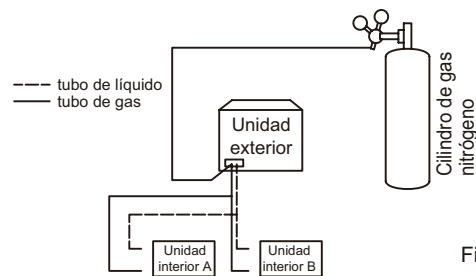

Fig. 5.38
4. Utilice tapones ciegos para bloquear todas las aperturas del lado del líquido (gas), excepto la apertura de la unidad interior más alejada de las unidades exteriores ("Unidad interior A" en la Fig. 5.38).